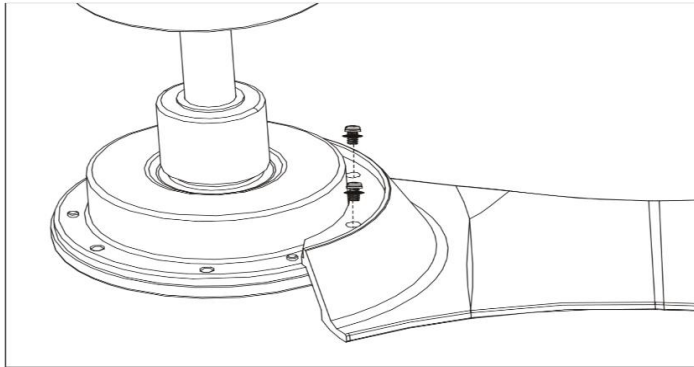

Fig.4
**INSTALLAZIONE DELLE PALE (Fig. 4)**